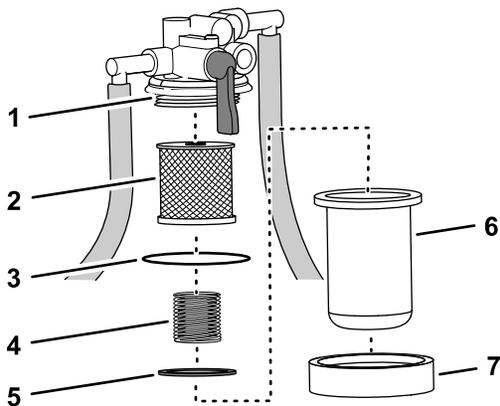

Figura 71
- Coloque un recipiente debajo del cuerpo del filtro de combustible, retire la tuerca del cuerpo y retire el cuerpo del filtro del cabezal del filtro (Figura 71).
- Monte el elemento del filtro en el cabezal del filtro; consulte Figura 71 en Retirada del elemento del filtro \(página 55\).
- Monte el muelle y el flotador en el cuerpo del filtro de combustible; consulte Figura 71 en Retirada del elemento del filtro \(página 55\).
- Monte el cuerpo de combustible y la tuerca del cuerpo en el cabezal del filtro y apriete la tuerca a mano; consulte Figura 71 en Retirada del elemento del filtro \(página 55\).